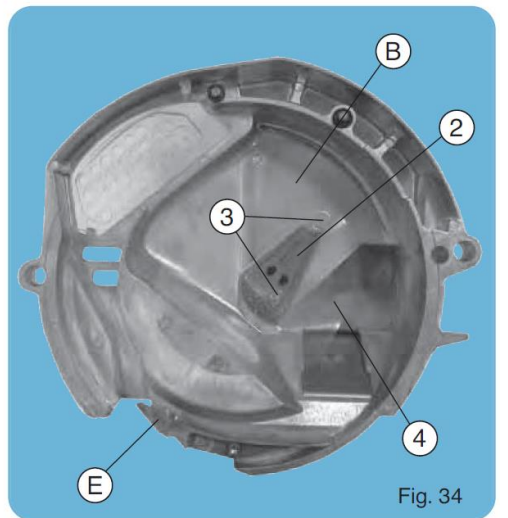

Fig. 34
1. **POZYCJA WYSOKA (fig. 34) DLA DUŻEGO ZIARNA**, takiego jak kukurydza, fasola, soja, groch, bobik, orzech ziemny, bawełna...